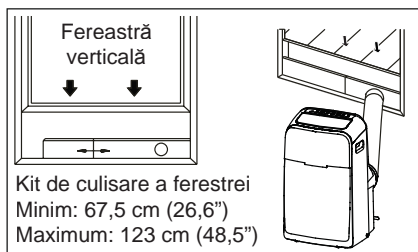

Fig. 9a
6. Prindeți adaptorul B de kitul de culisare a ferestrei și etanșați-l. (Fig. 9a & 9b)